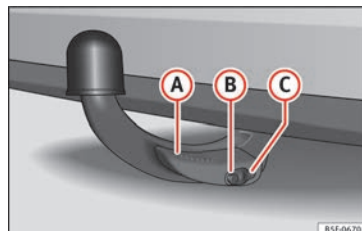

Abb. 226 Ordnungsgemäß befestigter abnehmbarer Kugelkopf
- Der Hebel **(A)** » **Abb. 226** ist vollständig angehoben.
- Der Entriegelungsbolzen **(B)** » **Abb. 226** steht komplett heraus (sein rot-grüner Teil ist sichtbar).
- Die Abdeckung **C** » Abb. 226 sitzt auf dem Schloss.